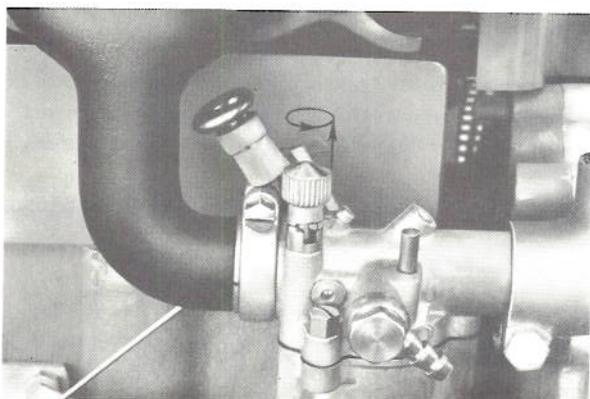

Fig. 3
- C) Ouvrir le starter du carburateur; soulever le bouton et le mettre hors de son encoche. (Voir fig. 3.)